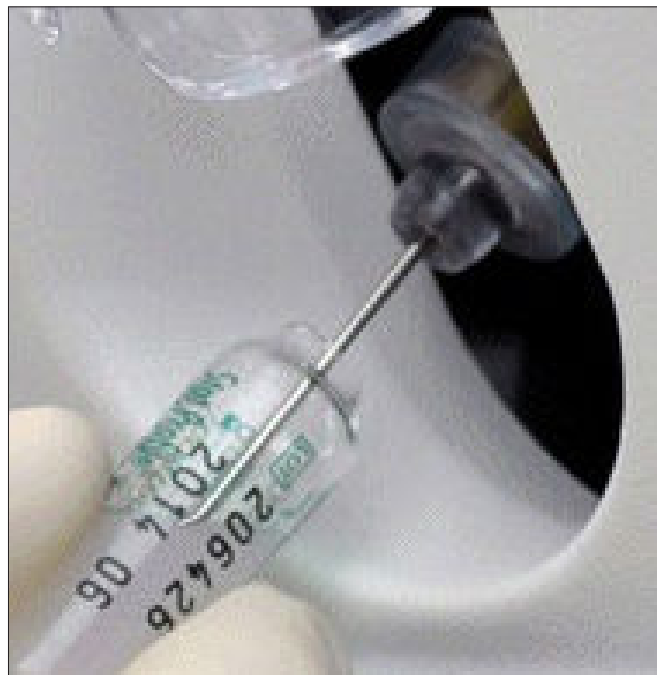

Figure 3.13 Ampoule de CQ en place sur l'aiguille de prélèvement
11. Positionnez l'ampoule sur l'aiguille de prélèvement (Figure 3.13).